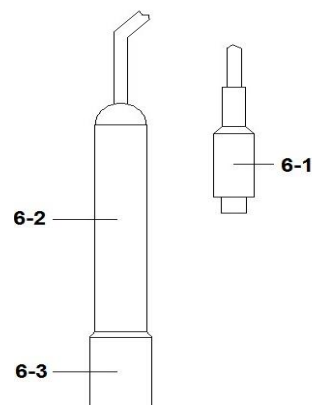

Fig. 3
1. Anslut konduktivitet proben (CDPB-03) (6-1, Fig.3) till "**CD**" kontakten (3-15, Fig.1)
3. Håll i elektrodens skaft (6-2, Fig. 3) och sänk ner probhuvudet (6-3, Fig. 3) helt i buffertlösningen och skaka den lite, tills luftbubblorna som kan samlas runt proben försvinner.
2. Anslut proben (6-1, Fig. 3) till "CD" kontakten (3-15, Fig. 1).
4. Håll i på elektrodens skaft (6-2, Fig. 3) och sänk ner probhuvudet (6-3, Fig. 3) helt i kalibreringsvätskan och skaka den lite, tills luftbubblorna som kan samlas runt proben försvinner. Displayen visar nu konduktiviteten i mS (uS) värdet.
1. Anslut konduktivitet proben (CDPB-03) (6-1, Fig. 3) till "CD" kontakten (3-15, Fig. 1).
3. Håll i elektrodens skaft (7-2, Fig. 4) och sänk ner probhuvudet (7-3, Fig. 3) helt i buffertlösningen och skaka den lite, tills luftbubblorna som kan samlas runt proben försvinner. Displayen visar nu Saltvärdet (% vikt)